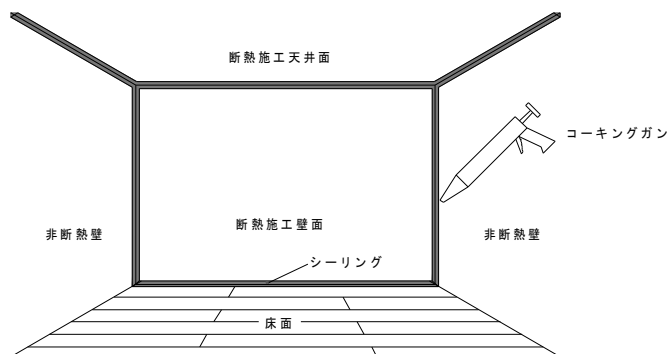

図2 施工下地面への気密・防湿処理
(4) 材料搬入、施工準備
(5) 墨出し
(6) 既存壁、天井、床との取り合い部分へのシーリング処理
- ・ 施工する壁面と繋がる壁、天井、床と取り合い部分に、シーリング材を塗布し防湿処理をしてください。(図2参照)